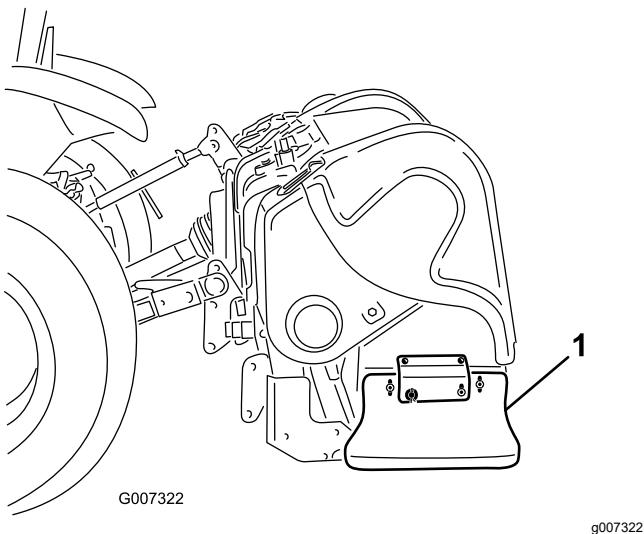

Bild 40
1. Lösen Sie die Schrauben und Muttern, mit denen das seitliche Schutzblech am Rahmen befestigt ist (Bild 40).